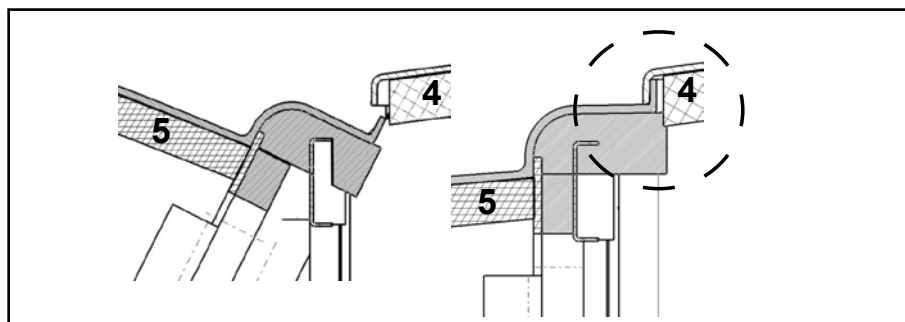

Abbildung 9: Montage der Ausblashaube
- 3.14 Revisionsöffnung und Ausblashaube (wie in Abbildung 9 dargestellt) montieren und danach die untere Verkleidung wieder anbringen